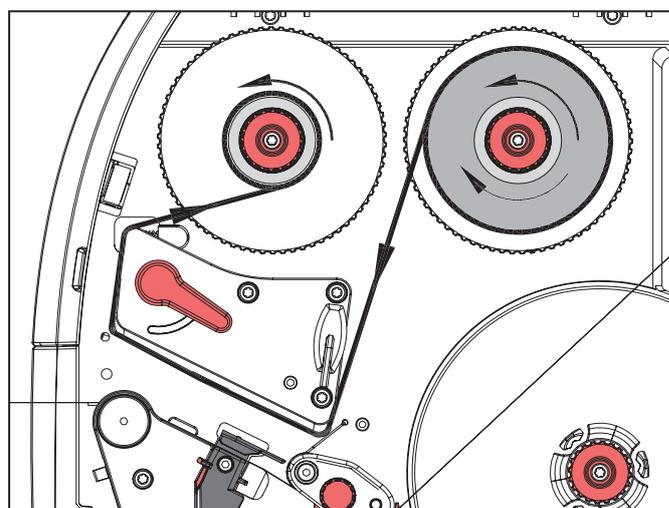

Figura 6.9 Recorrido de la cinta de transferencia
- ▶ Gire la palanca (6) en sentido contrario a las agujas del reloj para liberar y elevar el cabezal de impresión.
- ▶ Introduzca el rollo de cinta de transferencia (1) en el desenrollador (2) de forma que el recubrimiento de color de la cinta quede hacia abajo al desenrollarla.
- ▶ Coloque el rollo de cinta de transferencia (1) en el desenrollador de forma que los valores de escala de ambos lados del rollo sean idénticos.
- ▶ Sujete el desenrollador (2) y gire la perilla del desenrollador (3) en sentido contrario a las agujas del reloj hasta que el rollo de cinta de transferencia quede fijado.
- ▶ Introduzca un núcleo de cinta de transferencia adecuado (4) en el enrollador de cinta de transferencia (5) y fíjelo de la misma manera.
- ▶ Guíe la cinta de transferencia a través del conjunto de impresión; véase Figura 6.9.
- ▶ Fije el principio de la cinta de transferencia al núcleo de la cinta de transferencia (4) con una tira adhesiva. Asegúrese de que el enrollador de la cinta de transferencia gire en sentido contrario a las agujas del reloj.
- ▶ Gire el enrollador de la cinta de transferencia (5) en sentido contrario a las agujas del reloj para alisar el recorrido de la cinta de transferencia.
- ▶ Gire la palanca (6) en el sentido de las agujas del reloj para bloquear el cabezal de impresión.